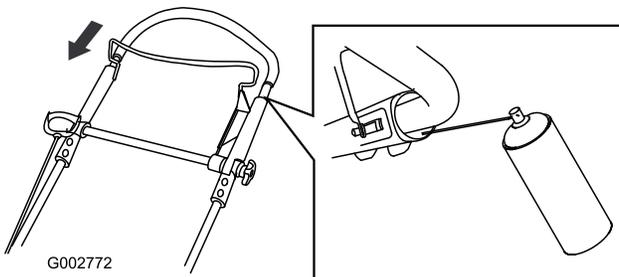

Figure 35
2. Abaissez complètement la partie supérieure du guidon et pulvérisez la surface en plastique intérieure de la poignée extérieure (Figure 35).